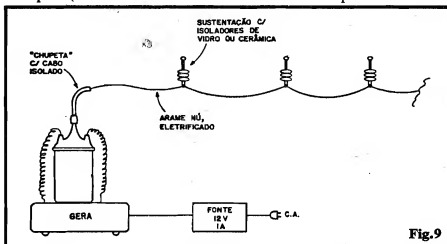

Fig. 9
- FIG. 9 - USANDO O GERA COMO "ELETRIFICADOR DE CERCAS" - Outras utilizações, mais práticas e menos "experimentais", também podem ser dadas ao GERA... Uma delas é na função de eletrificador de cercas, dispositivo utilizado nas fazendas de pecuária, para conter ou direcionar o gado em locais ou caminhos específicos... Nessa adaptação (conforme mostra o diagrama) não será aplicado o eletrodo de "terra" do centelhador (na verdade, não se pretende obter a centelha, aproveitando-se apenas a AP presente no terminal central da bobina de ignição...). O arame a ser eletrificado deverá ser sustentado, a espaços regulares, por isoladores de cerâmica ou vidro, de boa qualidade, presos aos mourões (de madeira ou concreto). A ligação ao GERA deve ser feita através de um cabo de AT, emborachado até o ponto de junção ao dito arame, e dotado da conveniente "chupeta" de ligação (um "cabo de vela" convencional de veículo, eventualmente "alongado" através de uma extensão muito bem isolada...). Uma fonte de 12VCC x 1 ou 2 ampéres, ligada à C.A., poderá alimentar o conjunto de forma ininterrupta... Em locais onde a energia C.A. não tenha rede de distribuição, o conjunto poderá também ser alimentado por baterias automotivas de 12V, por sua vez "carregadas" via geradores eólicos, geradores hidroelétricos movimentados por rodas d'água ou mesmo painéis foto-elétricos...